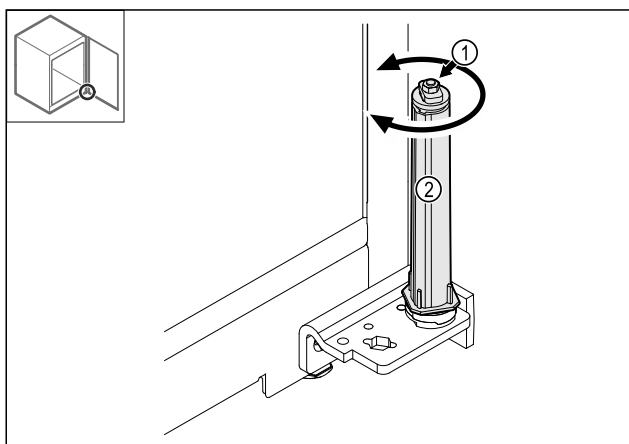

Fig. 40
► 切勿毁坏关门系统的螺旋接合点 Fig. 40 (1)。
► 转动关门系统 Fig. 40 (2)，直至听到咔嚓声。